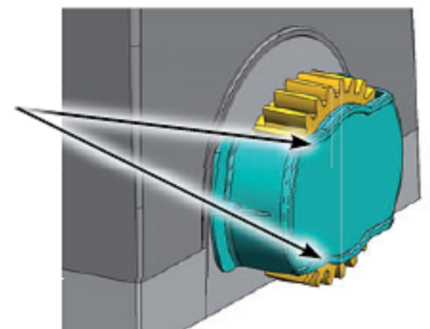

Рис.10
3. В соответствии со значениями, показанными на рис. 10 подгоняется высота привода и его расстояние до ворот.